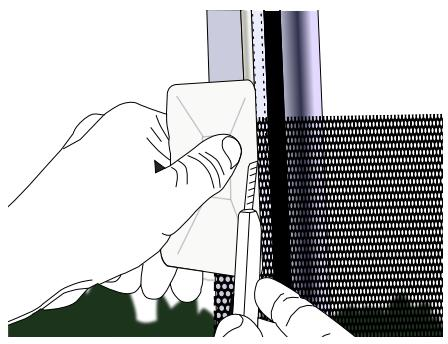

Figure 06
- La raclette devra être en appui sur l'extrémité du joint (FIG. 06).